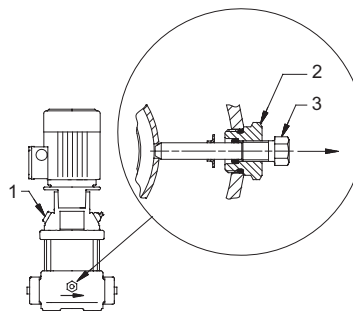

Рис. 6 Заливочное отверстие насоса
2. Вывернуть резьбовую пробку (поз. 1) заливочной горловины в верхней части насоса. См. рис. 6.
2. Ослабить маленький винт перепускного клапана (поз. 3) и вытянуть его из стопорного приспособления до упора. См. рис. 6.